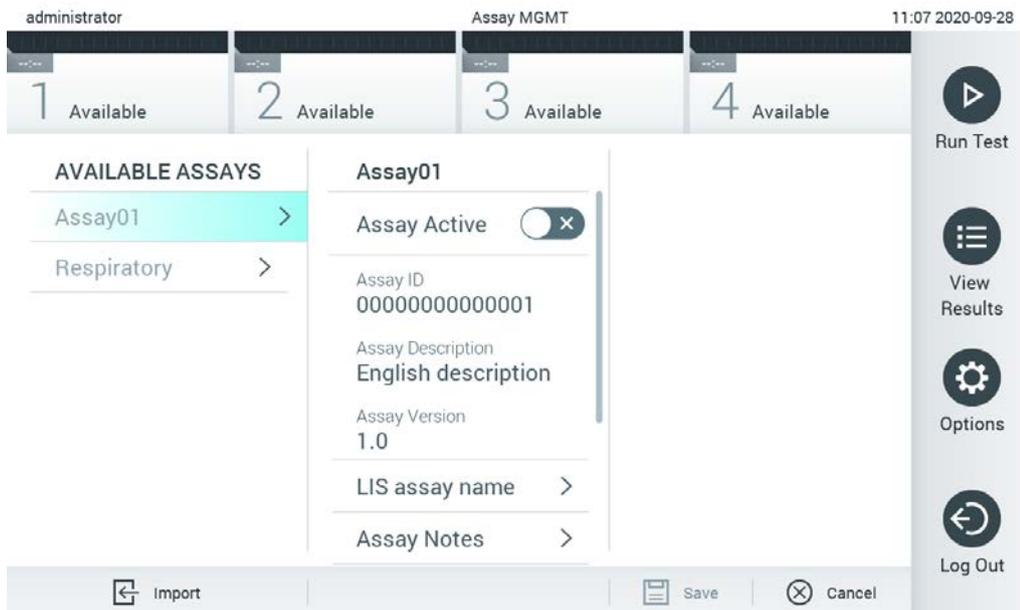

Figura 66. Pantalla Assay Management (Administración de ensayos).
2. Para importar el nuevo ensayo en el QIAstat-Dx Analyzer 1.0, pulse el botón **Options** (Opciones) y, a continuación, el botón **Assay Management** (Administración de ensayos). Aparecerá la pantalla **Assay Management** (Administración de ensayos) en el área de contenido de la pantalla (figura 66).